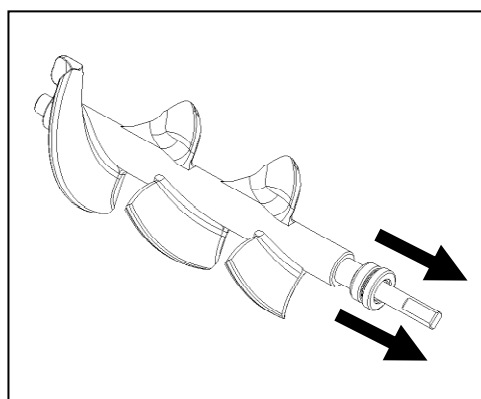
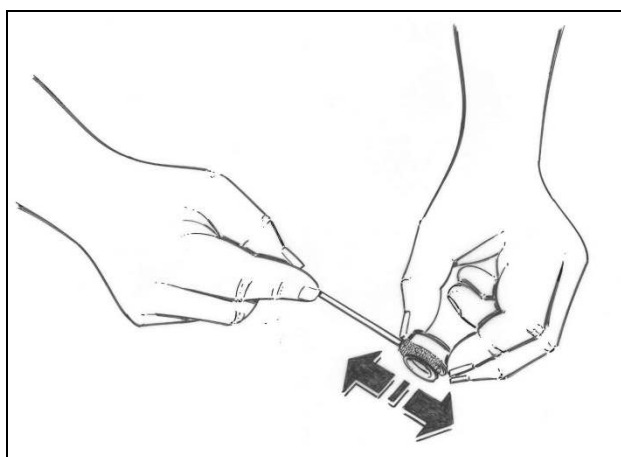

Fig. 13
Fig. 14
- **R**etire la junta posterior (fig.13) y límpiela bien con la escobilla incluida a fin de eliminar todos los restos de comida que pudieran estar presentes (fig.14).